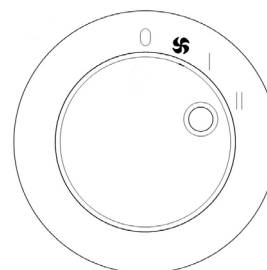

fig. 5
- Zur Aktivierung der Funktion HÖCHSTLEISTUNG drehen Sie den Knopf "B" (Abb. 1) so, dass der Bezug "I" mit dem Symbol "II" auf der Bedienkonsole (Abb. 5) zentriert ist.